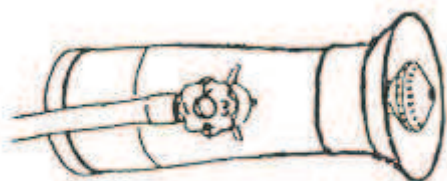

Рис. 11
1) Мелкокапельное распыление. Ослабьте прижимающий колпачок, настройте длину распылительного отверстия для требуемого типа распыления. Поверните регулировочный клапан для изменения интенсивности распыления (см. Рис. 11).